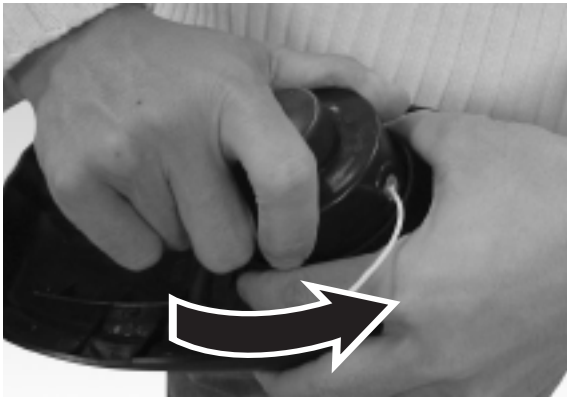
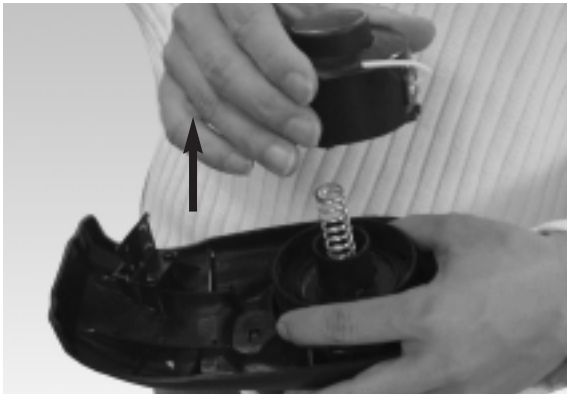

Fig. 11
Fig. 12
2. Retire el conjunto del rotor de la podadora. Para hacerlo, sostenga la parte acanalada exterior del conjunto con una mano, mientras empuja hacia abajo y gira la cabeza del rotor con la otra mano para separarla (Fig. 11 & Fig. 12). El portador del rotor y el rotor ahora se separarán fácilmente.